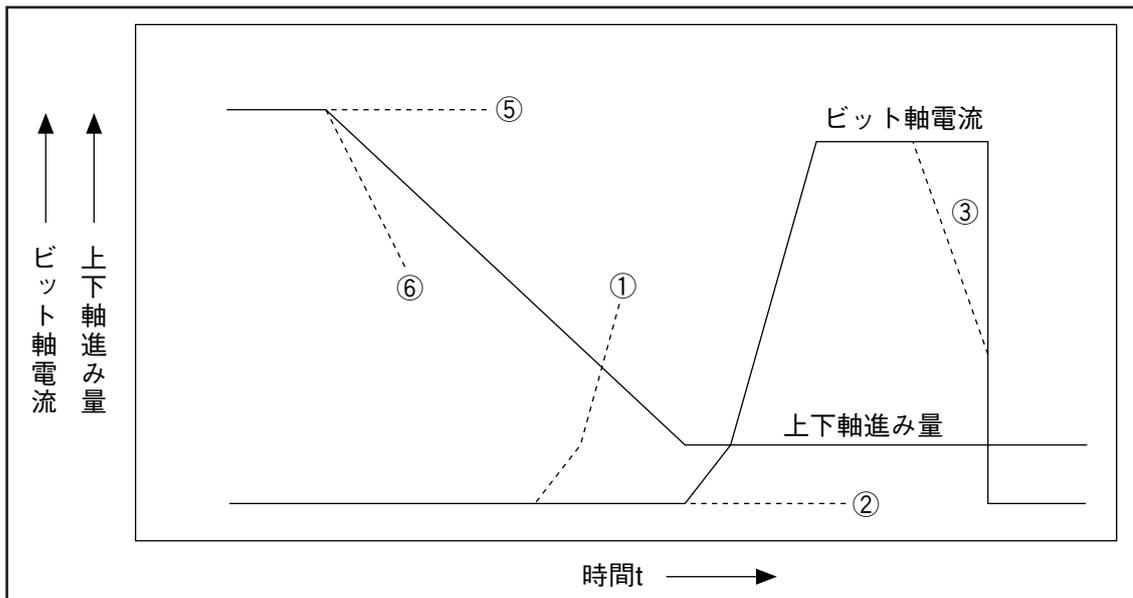

図3-23 検査項目の検査時期
(1) 必ず行なわれる検査 検査項目を表3-19に示します。また、この検査項目の検査時期を図3-23に示します。
検査項目を表3-20に示します。また、喰い付き検査の検査時期を図3-23に示します。